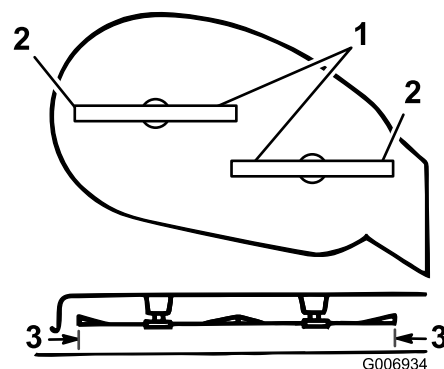

Figure 46
- Tournez prudemment les lames pour qu'elles soient parallèles dans le sens transversal (Figure 46).
- Mesurez la distance entre les tranchants extérieurs et le sol plat (Figure 46). Si les deux mesures diffèrent de plus de 5 mm, un réglage est nécessaire (voir les étapes 7 à 10).